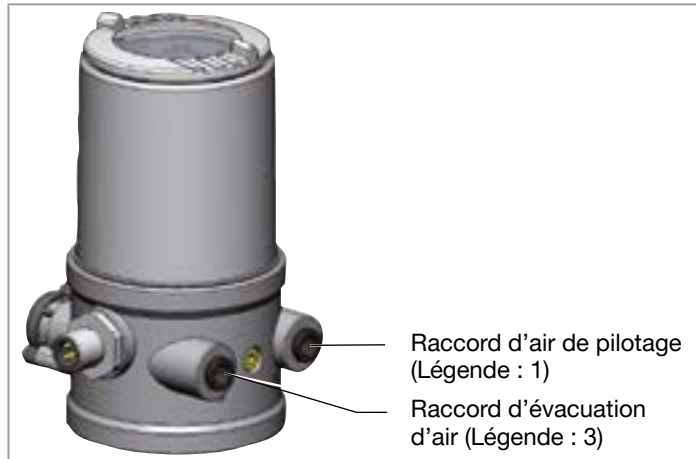

Fig. 11 : Raccordement pneumatique
- Raccorder le fluide de commande au raccord d'air de pilotage (1) (3 ... 7 bars ; air d'instrument, exempt d'huile, d'eau et de poussières).
- Monter la conduite d'évacuation d'air ou un silencieux sur le raccord d'évacuation d'air (3) (voir « Fig. 11 »).